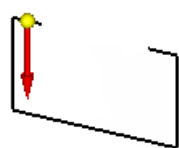

图 8.13.144 定义材料方向
(3) 定义材料厚度及方向。在“轮廓弯边”命令条中的 **厚度** 文本框中输入值 2.0，并按 Enter 键；将材料加厚方向调整至图 8.13.144 所示的位置后，单击鼠标左键。
(4) 轮廓弯边的延伸量及方向。在命令条中单击“延伸步骤”按钮 ；单击“对称延伸”按钮 ，输入延伸距离 748，然后按 Enter 键。
(5) 单击 完成按钮，完成特征的创建。